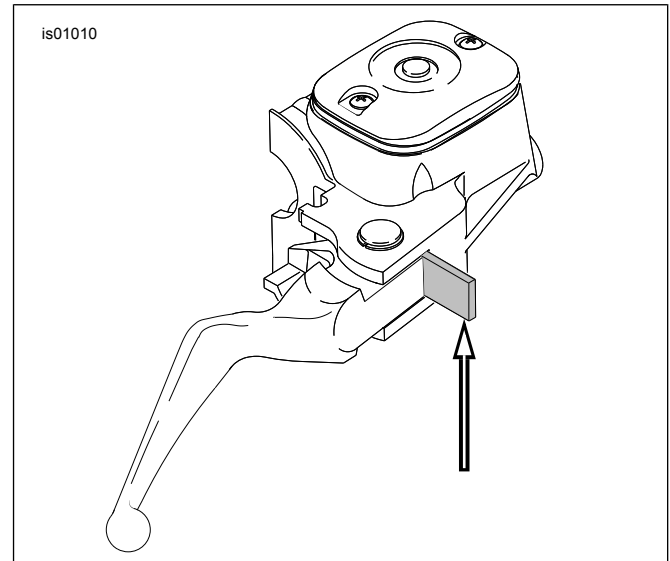

Figura 1. Inserto de papelão de 4 mm (5/32 pol.)
1. Veja a Figura 1. Aperte a alavanca do freio e coloque o inserto de papelão entre a alavanca do freio e o suporte da alavanca.